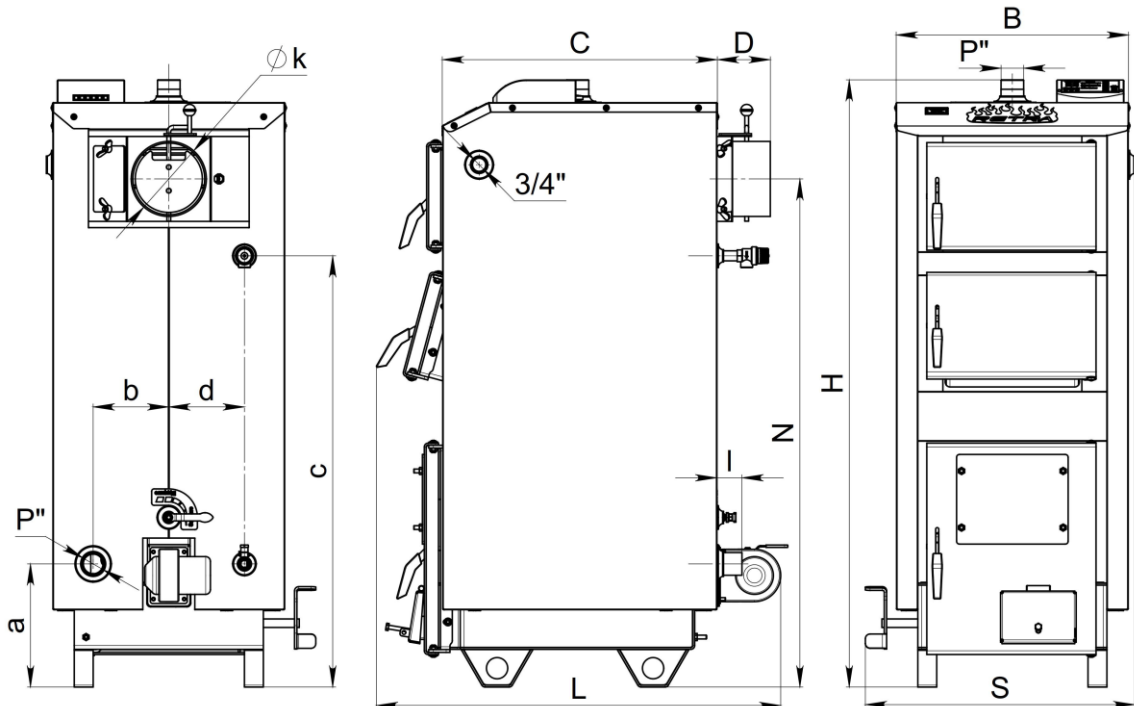

Рис.1. Габаритні та приєднувальні розміри котлів модельного ряду «Retra-5M BASIC» та «Retra-5M PLUS»
4.2. Габаритні та приєднувальні розміри котлів модельного ряду «Retra-5M BASIC» та «Retra-5M PLUS» наведені на Рис.1 та таблиці 3.
Рис.1а. Габаритні та приєднувальні розміри котлів модельного ряду «Retra – 5M COMBI» потужністю 15-150 кВт (див рис.1а)